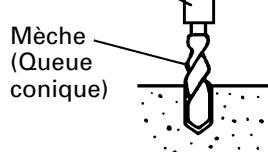
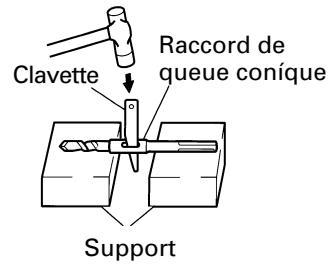

Fig. 12
Fig. 13
- (1) Installer la mèche à queue conique dans le raccord de queue conique. (Fig. 12)
- (2) Mettre l'appareil sous tension et percer un trou de base.
- (3) Après avoir retirer la poussière avec une seringue, fixer le mandrin à la pointe du sabot et l'enfoncer dans le sabot avec un marteau.
- (4) Pour retirer la mèche à queue conique, insérer une clavette dans la fente du raccord de queue conique et frapper sur la clavette avec un marteau. (Fig. 13)